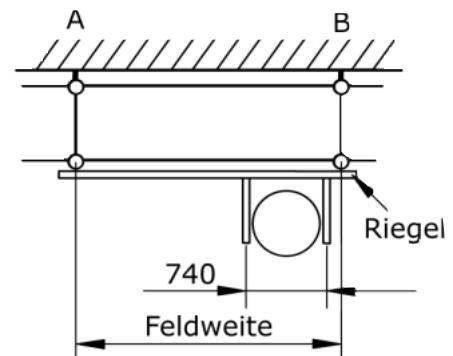

Bild 11
- der Anordnung im Gerüstfeld, direkt neben einem Vertikalrahmenstiel (Bild 11)
Bei einseitiger Anordnung gemäß Bild 11 sind Riegel aus Rohr  $\text{Ø}60,3 \times 5,0$  - S235JRH erforderlich, welche mit Reduzierkupplungen anzuschließen sind. Das Trägergestell ist direkt neben einem Vertikalrahmen anzubringen, nicht im Gerüstfeld.